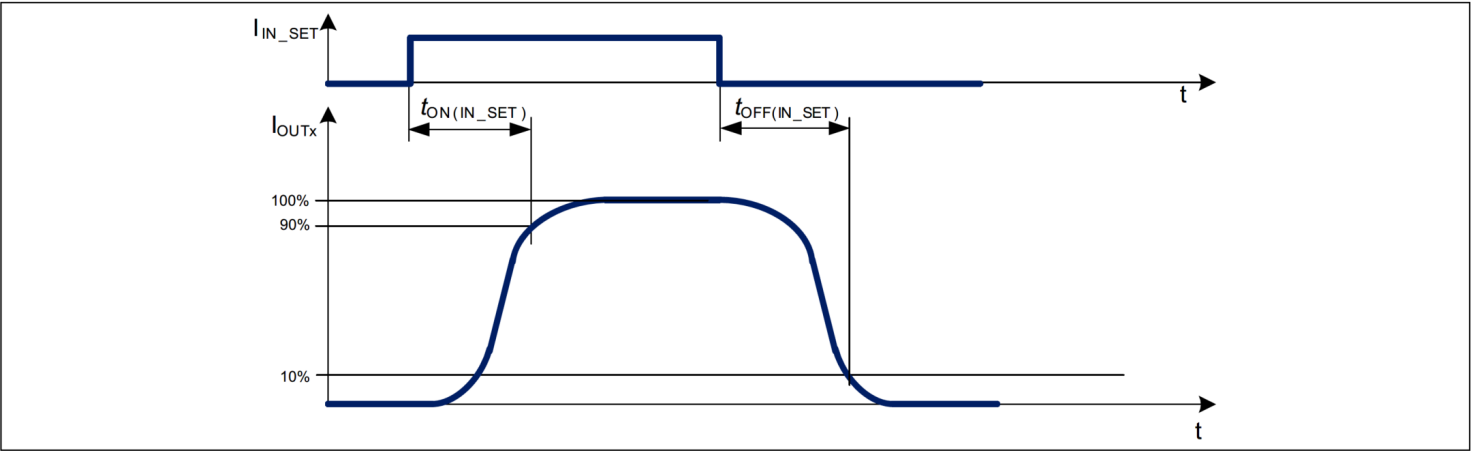
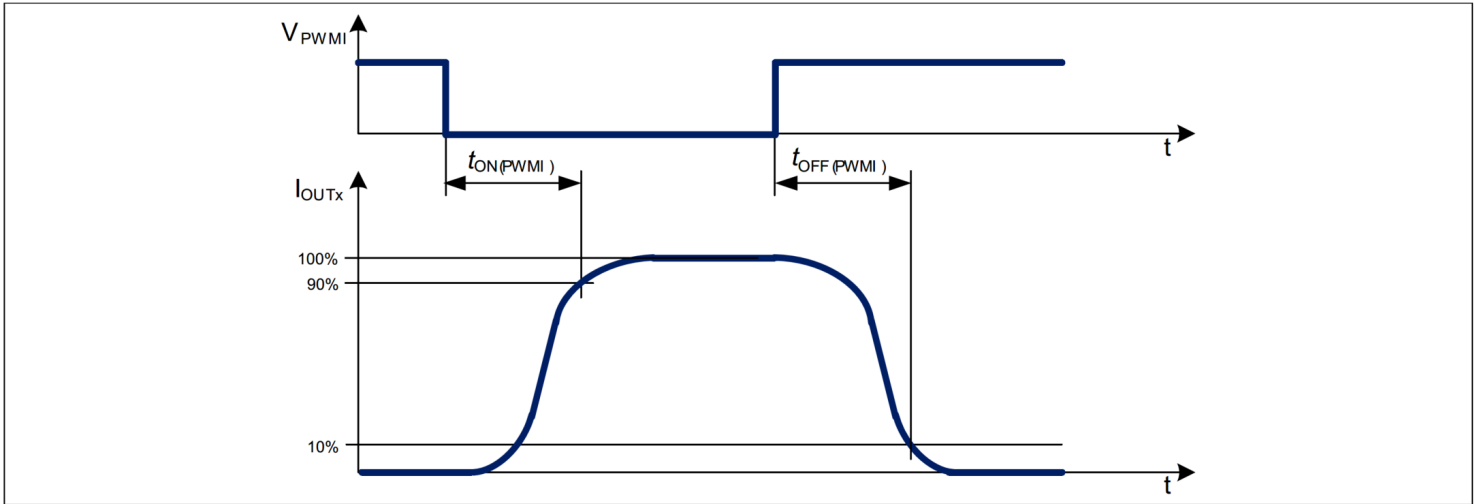

图 12 IN_SET 开启和关闭延迟时序图
图 14 PWMI 开启与关闭时序图
下图（图 12、图 14）显示了不同驱动输入对输出激活延迟的影响。
2) 参考 图 12
4) 参考 图 14